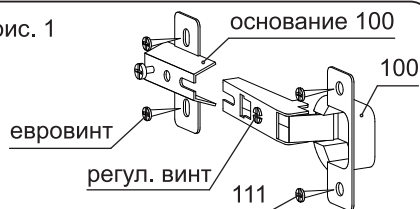

рис. 2
2. На торцы деталей 1 и 2 установить наконечники (117) (рис. 2);